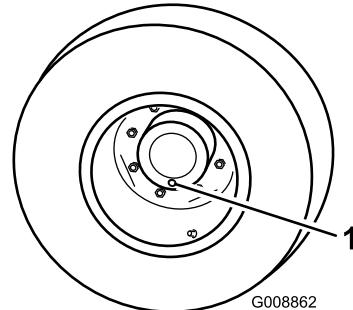

Figura 89
1. Con la macchina parcheggiata su una superficie piana, posizionate la ruota in modo che 1 dei tappi di controllo si trovi nella posizione inferiore (ore 6i) (Figura 89).